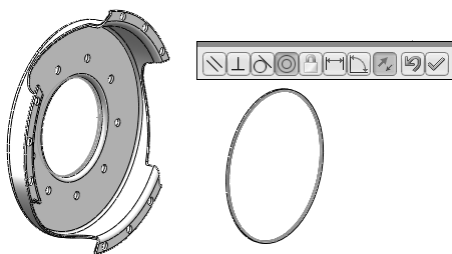

图 5-26 为零部件添加同心配合关系
STEP 3 单击“装配体”工具栏中的“配合”按钮, 选择支撑环内表面和离合器盖内圆面，添加同心配合，如图 5-26 所示。